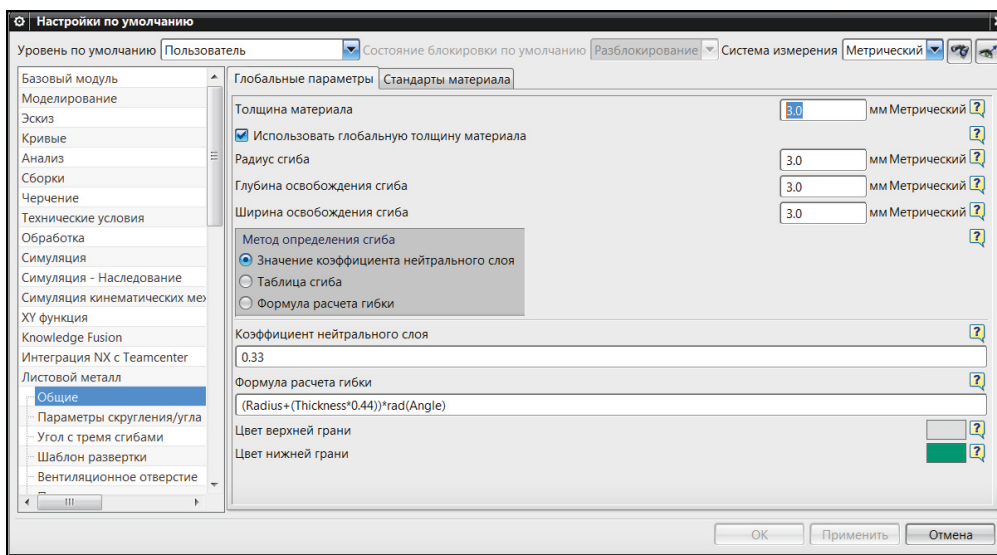

Рис. 1.2. Меню «Настройки по умолчанию»
- *коэффициент нейтрали* – коэффициент, определяющий положение нейтрального слоя. Положение слоя задается величиной, равной произведению толщины материала и этого коэффициента, отложенной от внутренней поверхности сгиба (рис. 1.2).